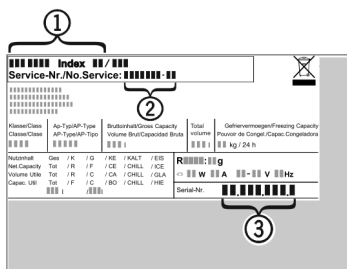

Fig. 35
- ▶ Označení přístroje Fig. 35 (1), servisní číslo Fig. 35 (2) a sériové číslo Fig. 35 (3) naleznete na typovém štítku. Identifikační typový štítek je umístěn na levé vnitřní stěně přístroje.
- ▶ Informujte zákaznický servis a sdělte poruchu, označení přístroje Fig. 35 (1), servisní číslo Fig. 35 (2) a sériové číslo Fig. 35 (3).